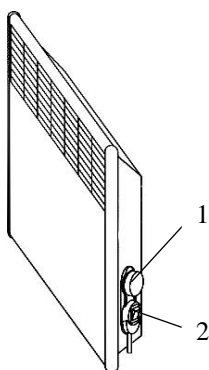

Рис. 5 Размещение органов управления конвекторов (IP20)
5.8 Переведите клавишу выключателя (клавиши ступенчатого регулятора мощности) в отключённое положение «0», ручку термостата установите в положение «*» (совместите знак «*» на ручке с меткой на корпусе конвектора или блока управления). Конвектор готов к работе (расположение органов управления конвектором приведено на рис. 5, 6).